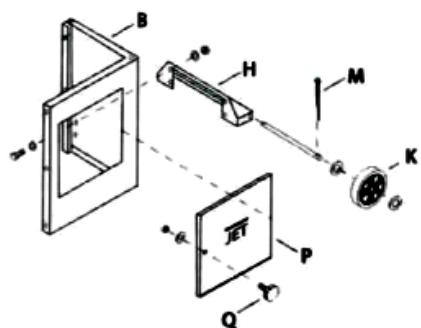

Рис.3
Пропустите вал через отверстия в опорной площадке (H), установите шайбы и колеса, расшплинтуйте вал (M) чтобы колеса не соскачивали. (рис. 3)